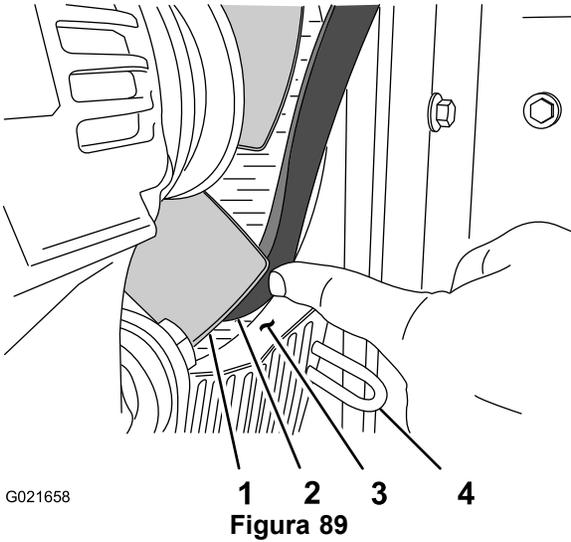

Figura 89
- En la posición de las 4 del deflector del ventilador, coloque la correa entre la punta del asa del ventilador y la abertura del deflector (Figura 89).
- Coloque la correa entre la punta del asa y la abertura del deflector (Figura 89).